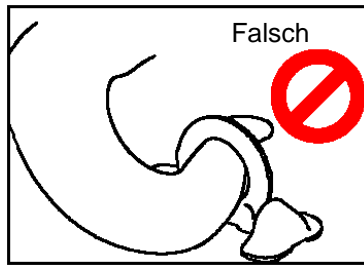

Abbildung 1
- Hebegerät anbringen; dabei freie Bewegung des Anschweißhebepunktbügels sicherstellen (Abbildung 1).